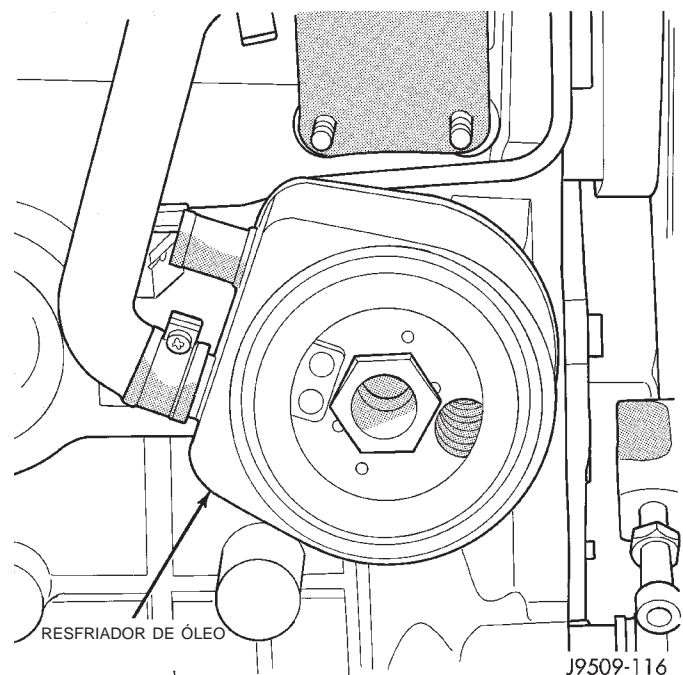

Fig. 61 Resfriador de Óleo
(6) Remova do conjunto do resfriador a mangueira superior de alimentação do líquido de arrefecimento (Fig. 61).
(7) Posicione o conjunto do resfriador e remova desse conjunto a mangueira do líquido de arrefecimento restante.
(8) Remova o resfriador de óleo do veículo.